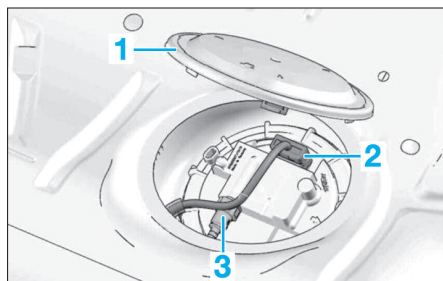

Fig. 24
- Décliper le protecteur (1) (Fig.24).